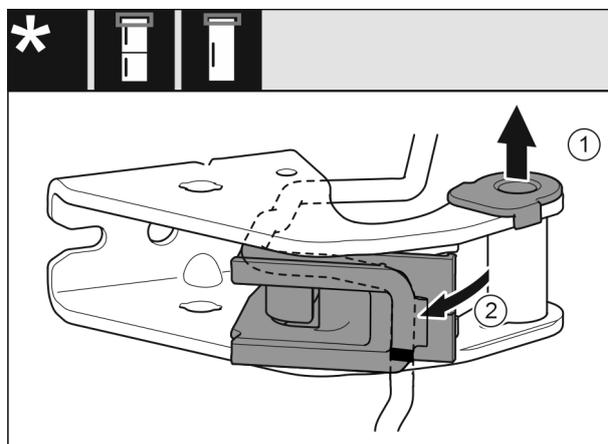

Fig. 26
- ▶ Extraiga el casquillo de cojinete de la guía. *Fig. 26 (1)*
- ▶ Gire hacia fuera el soporte del cable. *Fig. 26 (2)*